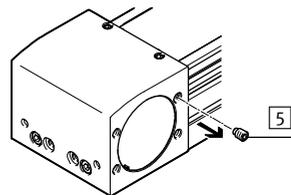

Fig. 14
- Подсоедините подвод запирающего воздуха. Для этого извлеките резьбовой штифт (5) → Fig. 14) на крышке привода и присоедините шланг сжатого воздуха/вакуумной откачки. С целью дополнительной защиты используйте дополнительные соединения запирающего воздуха. Это можно сделать на обеих крышках привода с обеих сторон.